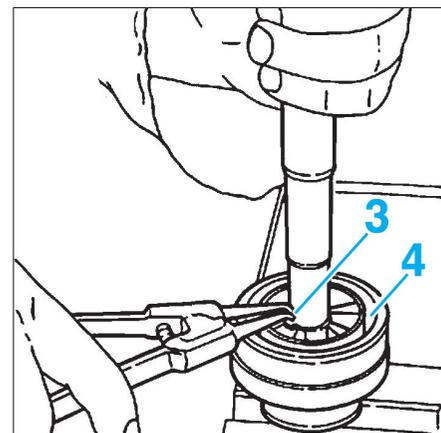

FIG. 7
- A l'aide d'une pince appropriée, écarter le circlips (3) et le déposer (Fig.7).
- Déposer le joint homocinétique (4).